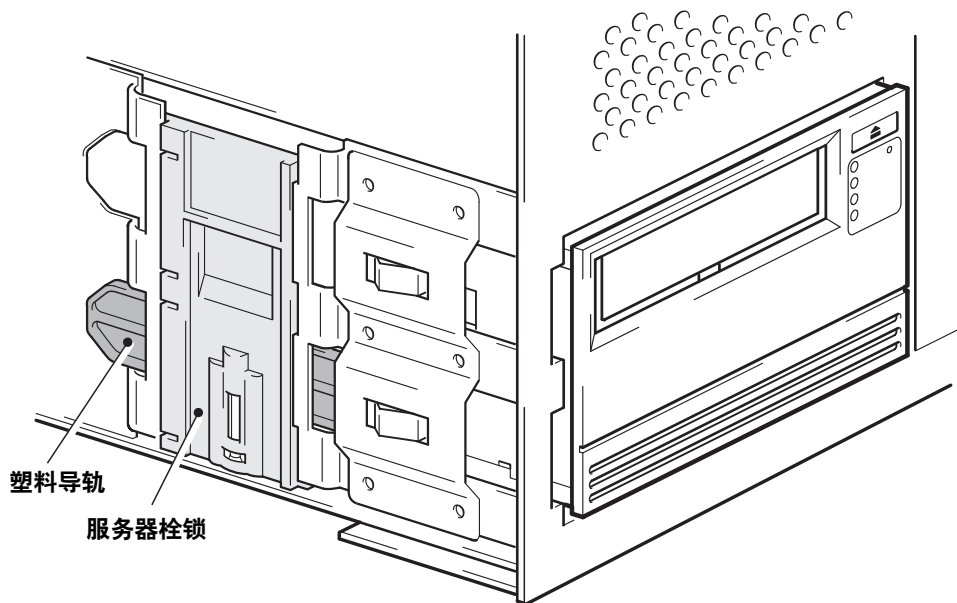

图 8a: 将磁带机固定在装配件上
- 1 向下推服务器栓锁，将磁带机锁定到位，如图 8a 所示。